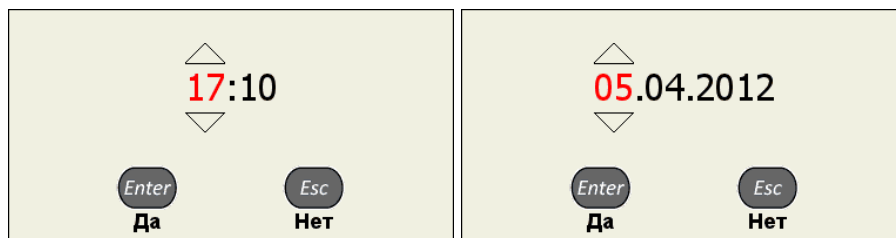

Рисунок 24
– в открывшемся окне редактирования (рисунок 24) клавишами  выбрать разряд для редактирования;